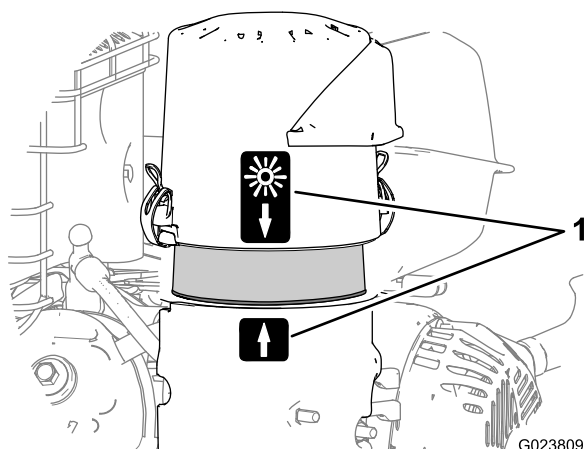

Рисунок 23
8. Совместите наклейку со стрелкой на крышке воздухоочистителя с наклейкой со стрелкой на основании (Рисунок 23).